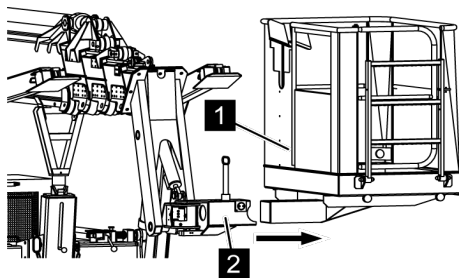

Fig. 109: Enlever la nacelle
5. ➔ Soulever légèrement la nacelle (Voir la Fig. 109/1) et la retirer de sa fixation (Voir la Fig. 109/2).